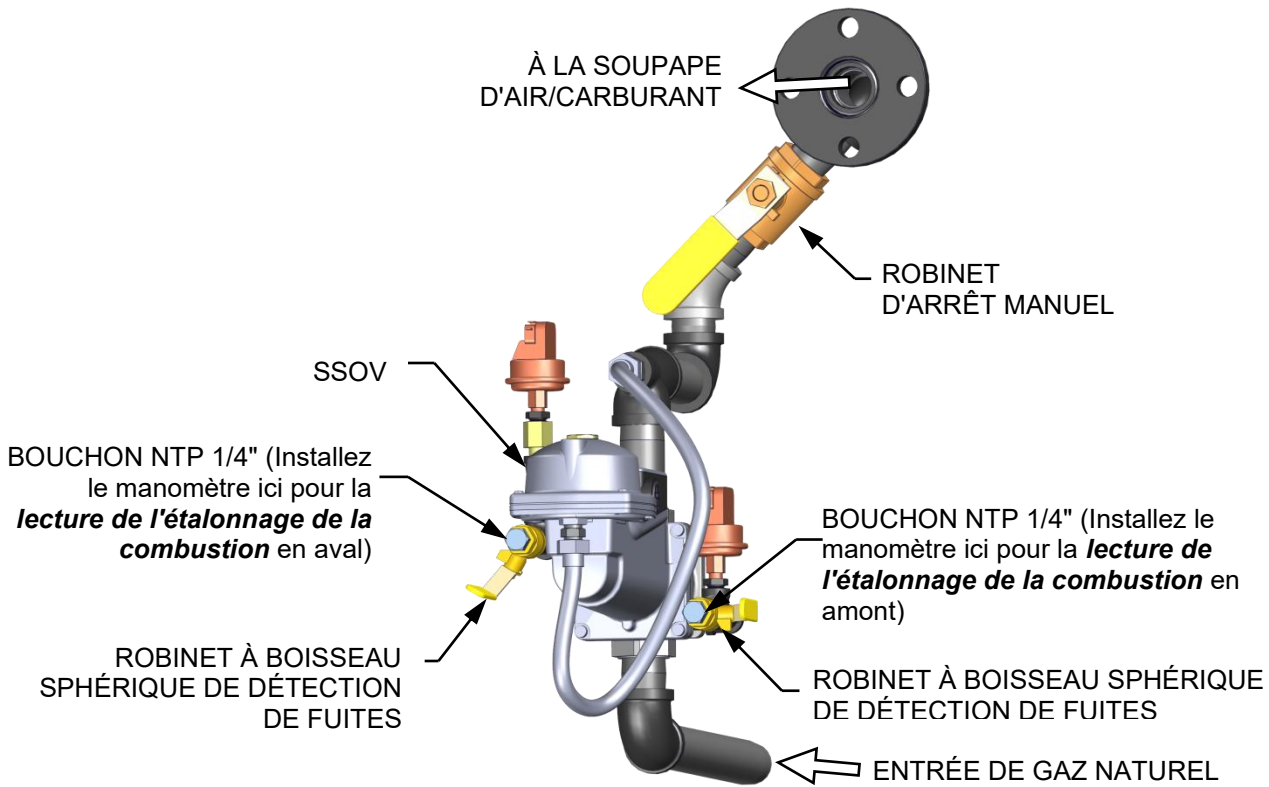

Figure 4-1a : Emplacement de la prise d'essence de 1/4 de pouce – BMK750 et 1000
Les figures 4-1a à 4-1e montrent où le manomètre d'alimentation en gaz est installé en amont et en aval.
3. Retirez le bouchon NPT de 1/4 po du robinet à boisseau sphérique de détection de fuites du côté en amont ou en aval du SSOV, au besoin pendant l'essai, comme le montrent les figures 4-1a à e.